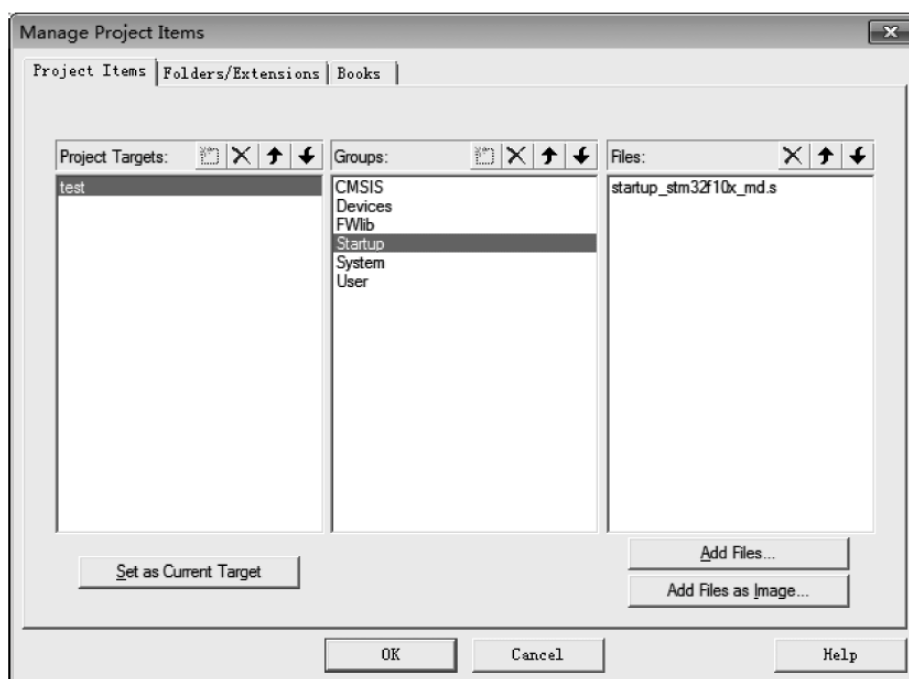

图 5.13 向 Startup 中添加内容
(1) Startup 组: 单击 Add Files 按钮,添加工程目录下 Startup 文件夹中的 startup_stm32f10x_md.s 文件,如图 5.13 所示。